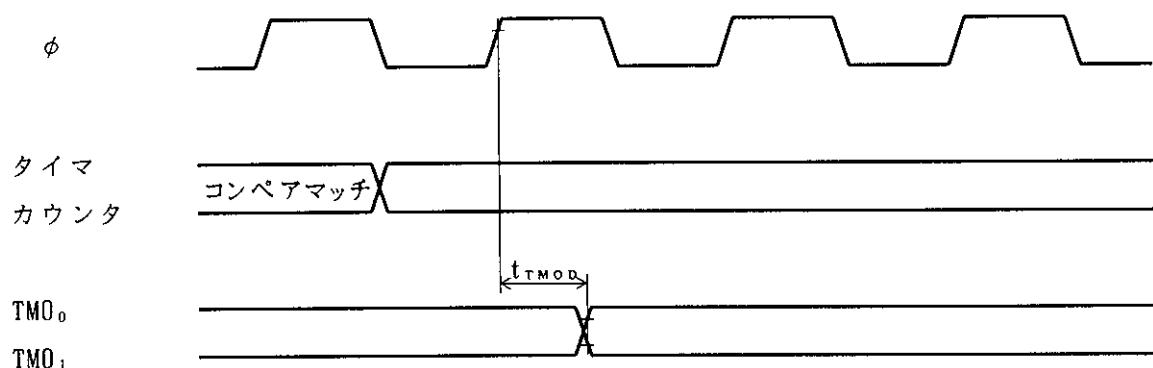

図17.12 8ビットタイマ出力タイミング
17.3.4 8ビットタイマタイミング	図17.12～17.14